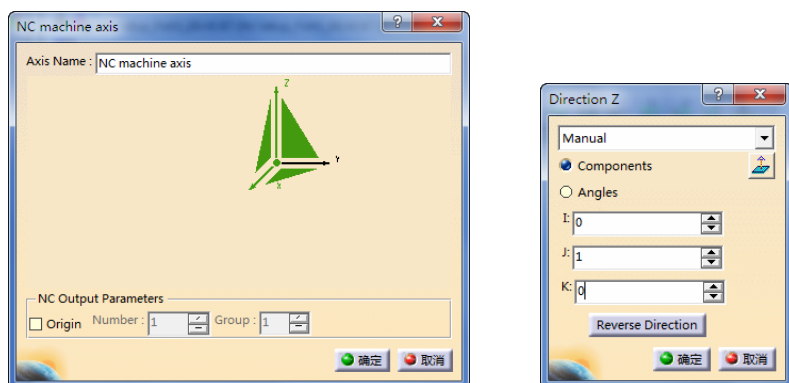

图 7-7 Z 轴方向设定（1）
- 单击对话框中的 Z 轴，系统弹出“Direction Z”对话框，Z 轴方向设定（1）如图 7-7 所示。单击“确定”按钮完成设定。